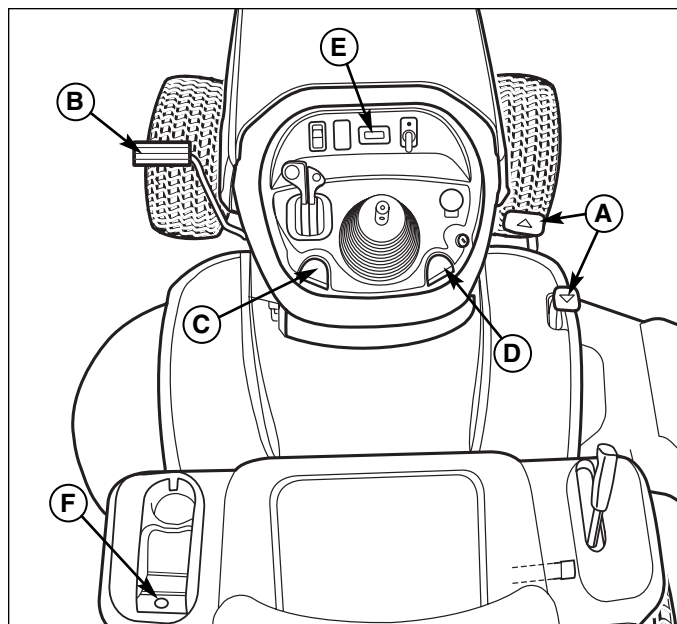

Figure 2. Serrage du frein de stationnement
**Serrage du frein de stationnement** - Voir la Figure 2. Pour verrouiller le frein de stationnement, relâcher les pédales de déplacement (A), appuyer à fond sur la pédale de frein (B), TIRER le bouton de frein de stationnement (C) et relâcher la pédale de frein.
**Desserrage du frein de stationnement** - Voir la Figure 2. Pour libérer le frein de stationnement, appuyer sur la pédale de frein (B).
1. Tirer sur le bouton de régulateur de vitesse (D, Figure 2).
2. Appuyer sur la pédale de déplacement en marche avant (A).
3. Lever le bouton de régulateur de vitesse (D) une fois que la vitesse souhaitée est atteinte. Le régulateur se bloque dans l'une de ses cinq positions de verrouillage.
Le compteur horaire (E, Figure 2) mesure la durée pendant laquelle la clé est en position MARCHE.
La prise accessoire 12 V se trouve dans le carénage gauche (D, Figure 2). Elle permet d'alimenter de petits appareils électroniques. L'accessoire doit être d'intensité nominale 9 A ou moins.